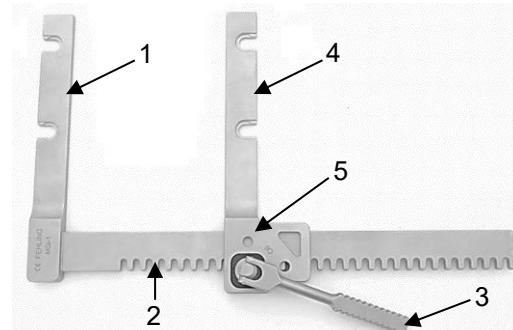

Abb. 6
Abbildung 6 zeigt den FALK Sternumspreizer, welcher ein U-förmiger Balkenspreizer mit Ritzel ist. Der Balkenspreizer besteht aus einem festen Spreizerarm (1), einer Zahnstange (2) und einem beweglichen Spreizerarm (4).